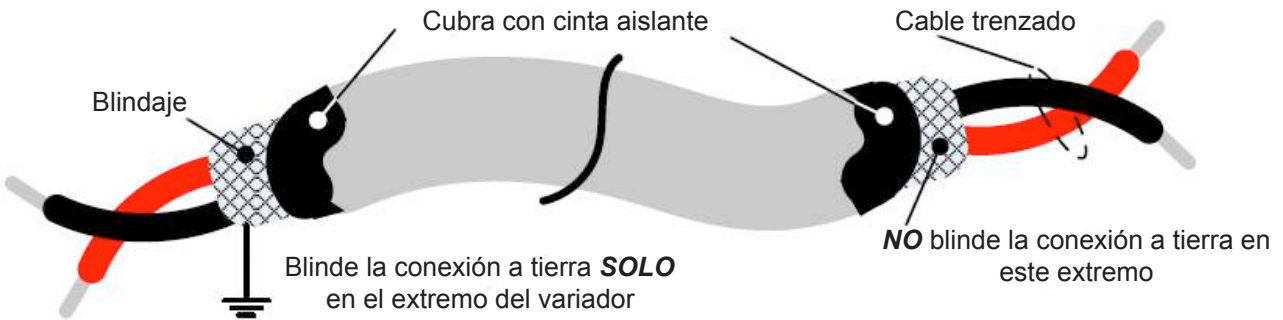

Fig. 3.17.1 Cable blindado trenzado
- (1) Separe del cableado del circuito principal los cables para las terminales del circuito de control para las terminales (R/ L1, S/L2, T/L3, U/T1, V/T2, W/T3).
- (2) Separe los cables para las terminales del circuito de control R1A-R1B-R1C (o R2A, R2C) (salidas de relé) de los cables para las terminales ①- ⑧, A01, A02, GND, DO1, DO2, DOG, +12V, (-12V), AI1, AI2 y del cable a tierra (GND)
- (3) Use cables en par trenzados y blindados (#24 - #14 AWG / 0.5 -2 mm²) según se muestra en la Fig. 3.17.1 en los circuitos de control para minimizar los problemas de ruidos. La distancia máxima del cableado no debe exceder los 50m (165 pies).